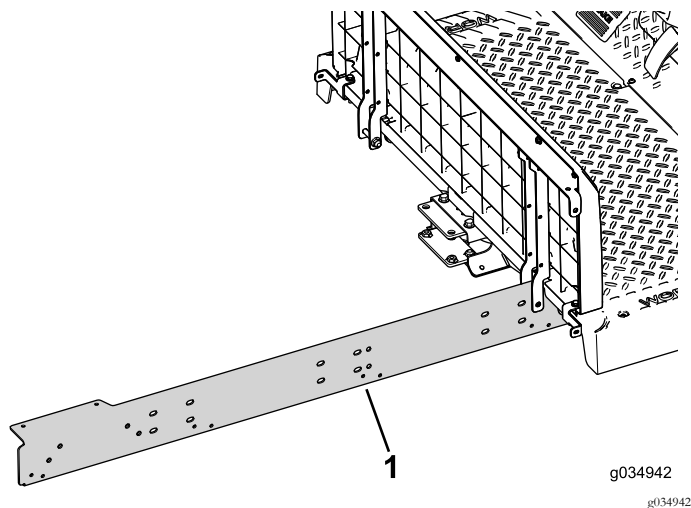

Figura 71
2. Instale sem apertar a calha de extensão no lado direito da máquina (Figura 71).